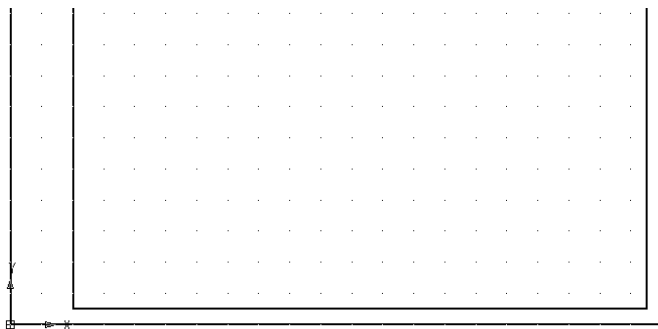

Рис. 4.16. Нижняя часть чертежа после выделения рамкой
4. Укажите противоположный угол рамки так, чтобы в нее потом поместилось все изображение штампа (рис. 4.16).